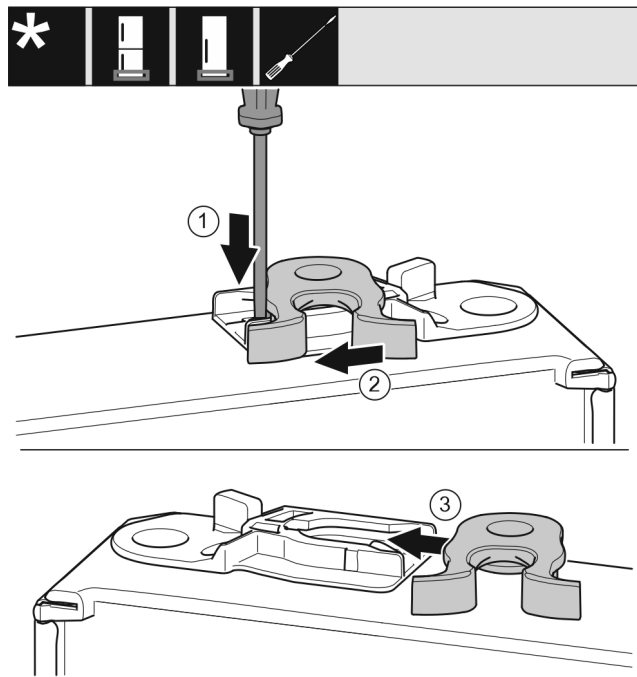

Fig. 23 *
- Apăsați în jos eclisa Fig. 23 (1) cu șurubelnița plată.*
- Trageți cârligul de închidere Fig. 23 (2) din ghidaj.*
- Împingeți pe partea opusă cârligul de închidere Fig. 23 (3) în ghidaj.*